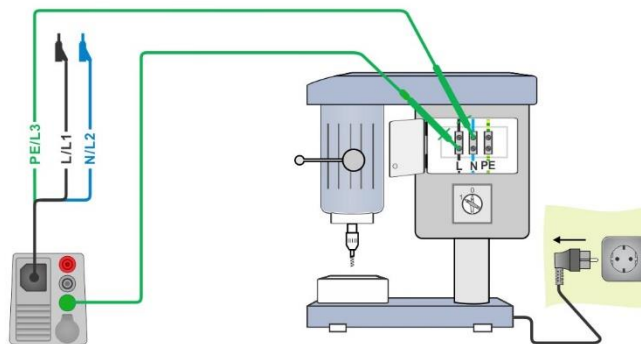

Abbildung 7.104: Messung Entladezeit
- › Schließen Sie den 3-Leiter Prüfadapter am Messgerät und am Prüfling an, siehe **Abbildung 7.104**.
- › Schließen Sie den Prüfling an das Versorgungsnetz an und schalten ihn ein, siehe **Abbildung 7.104**.